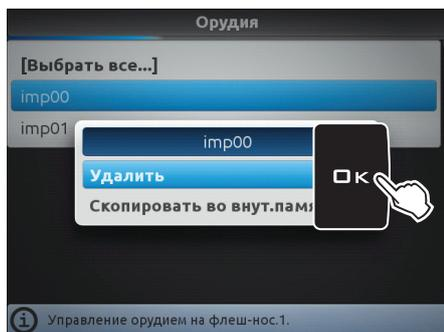

Рис. 263
- Выберите пункт **Удалить** (Рис. 263) и нажмите на **OK**.